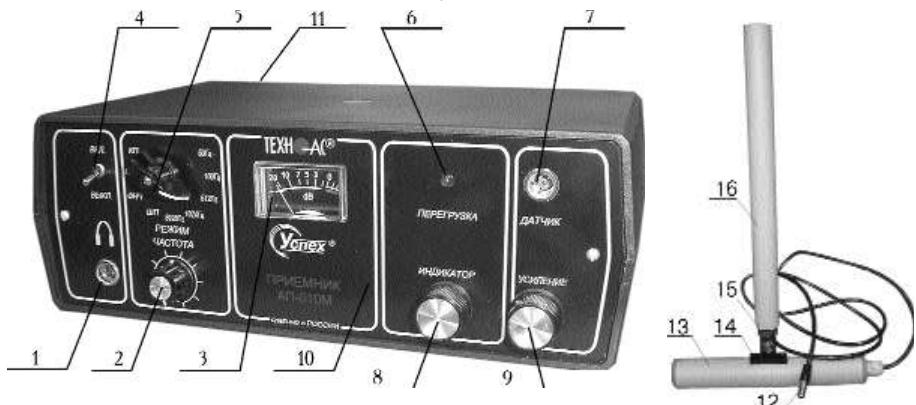

Рис. 2. Основные части прибора и органы управления
Составные части прибора и органы управления приведены на рис.2.
Через разъем поз.1 рис.2 к прибору подключаются головные телефоны. Следует отметить, что в разъеме головных телефонов впаяна перемычка, через которую в прибор поступает напряжение питания. Без подключения головных телефонов приемник будет обесточен.
Через разъем для подключения датчиков поз.7 рис.2 осуществляется подключение к приемнику датчиков (акустического, электромагнитного, контроля качества изоляции, клещей индукционных).
Включение прибора осуществляется тумблером выключателя питания поз.4 рис.2. Выбор режима работы осуществляется переключателем режима работы поз.5 рис.2.
Переключателем выбора частоты среза поз.2 рис.2 выбирается частота среза фильтров в режимах "ФНЧ", "ПФ" течеискателя в десяти частотных диапазонах.
По стрелочному индикатору поз.3 рис.2 оператор контролирует максимальное показание сигнала, подаваемое на головные телефоны. Особенно полезен стрелочный индикатор в режиме трассоискателя, так как по стрелочному индикатору более точно определяется месторасположение трассы, чем по звуковому сигналу в головных телефонах оператора.
Ручки регулировки усиления поз.9 рис.2 и усиления индикатора поз.8 рис.2 предназначены для регулировки усиления приемника, для вывода информации в удобном виде как на головные телефоны, так и на стрелочный индикатор.
Для исключения влияния импульсных сигналов (помех) на приемник в приборе предусмотрен индикатор пиковой перегрузки приемника поз.6 рис.2. Прибор будет работать с искажением, если индикатор поз.6 рис.2 будет находиться в светящемся состоянии.
- для поиска трубопроводов, находящихся под катодной защитой используется режим "100 Гц". Переводя переключатель поз.5 рис.2 в положение "100 Гц" необходимо снова обследовать местность.